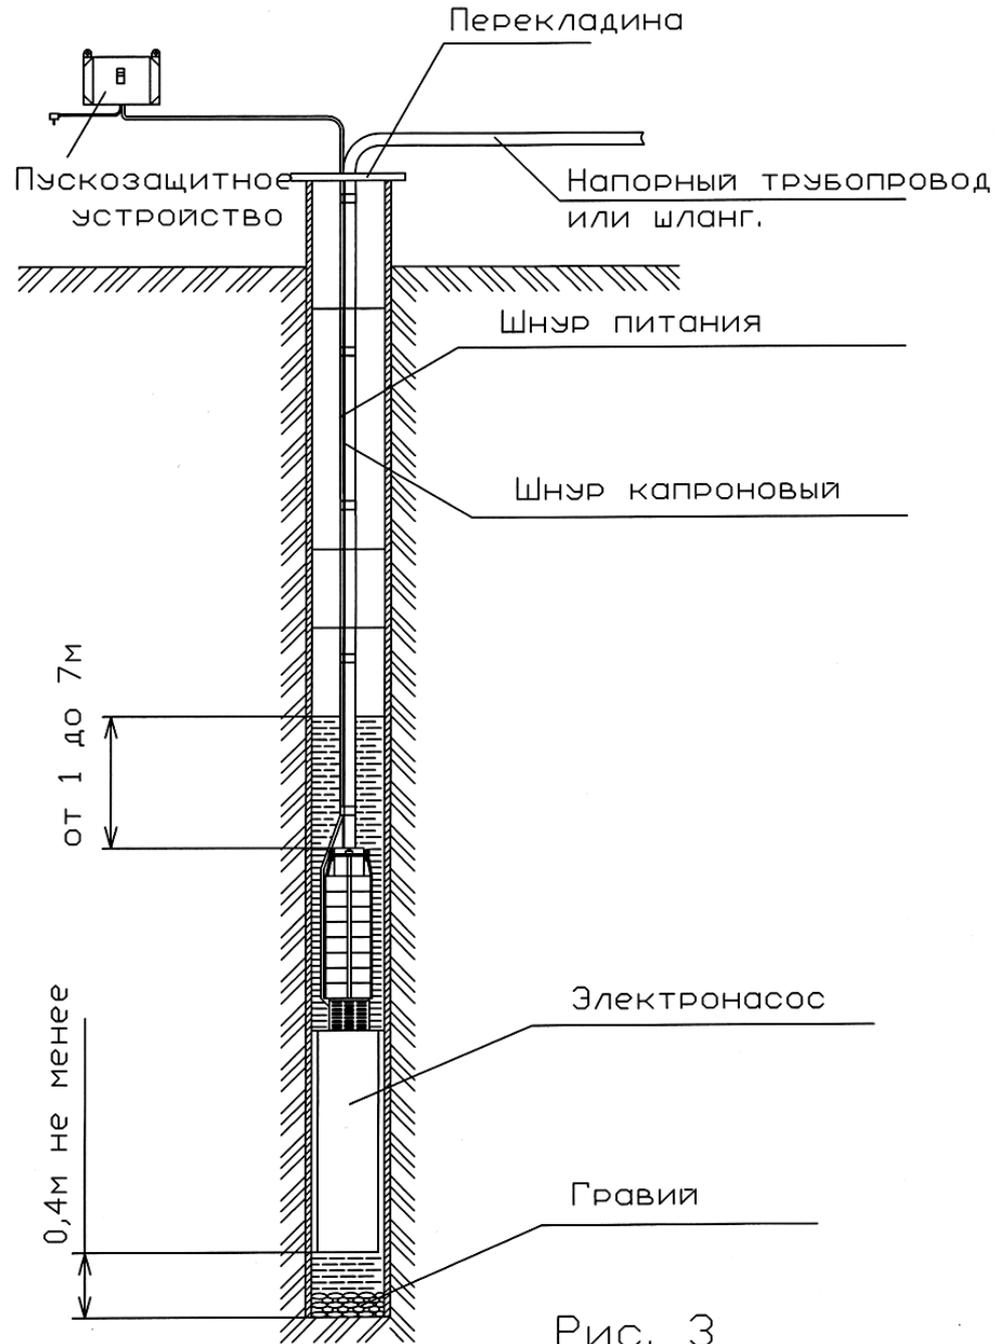

Рис.3
6.3 Схема установки электронасоса приведена на рис. 3. Для напорного трубопровода следует использовать металлические или пластмассовые трубы с присоединительной резьбой G -1¼, а также гибкие шланги с внутренним диаметром 25 – 26 мм. Шланг закрепить на штуцере хомутом.